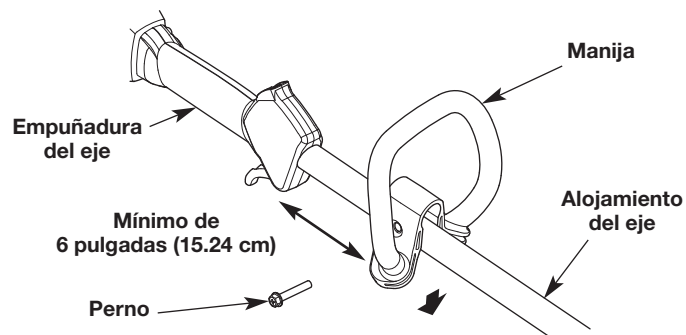

Fig. 2
1. Oprima la manija hacia abajo sobre el alojamiento del eje (Fig. 2). El orificio del perno de la manija debe quedar a la derecha.
2. Inserte el perno en el orificio del perno y oprímalo para que pase a través de él (Fig. 2). Apriete el perno con una llave tubular de 3/8" pero no apriete por completo.
3. Mientras sujeta la unidad en la posición de funcionamiento (Fig. 10), desplace la manija hasta la ubicación que le ofrece el mejor agarre. Ubíquela como mínimo a 6 pulgadas (15.24 cm) del extremo de la empuñadura del eje (Fig. 2).
1. Afloje el perno con una llave tubular de 3/8" (Fig. 2).
2. Mientras sujeta la unidad en la posición de funcionamiento (Fig. 10), desplace la manija hasta la ubicación que le ofrece el mejor agarre. Ubíquela como mínimo a 6 pulgadas (15.24 cm) del extremo de la empuñadura del eje (Fig. 2).